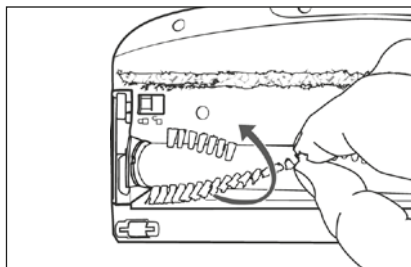

Fig. 25
- 3) Sfilare il rullo a spazzola **21** tirandolo dalle setole fuori dalla spazzola per pavimenti **22**. Ruotare leggermente il rullo a spazzola **21** per poterlo togliere più facilmente (vedere fig. 25).